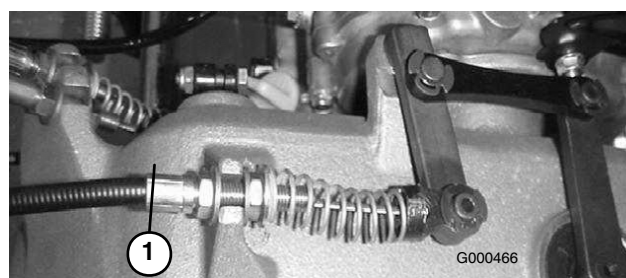

Figure 43
2. Pour accroître la tension du câble, desserrez l'écrou de blocage avant et serrez l'écrou de blocage arrière (situé sur le dessus du boîtier d'engrenages) (Figure 43) jusqu'à ce que la force du câble ajoute une force de 7 à 10 livres. mesurée au bouton de commande.